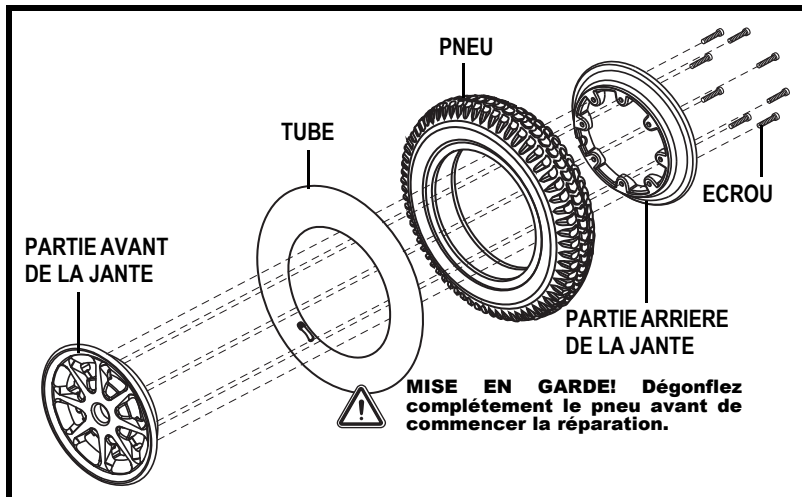

Figure 21. Roue motrice démontée
6. Retirez les vis qui retiennent les deux jantes ensemble. **Voir la figure 21.**